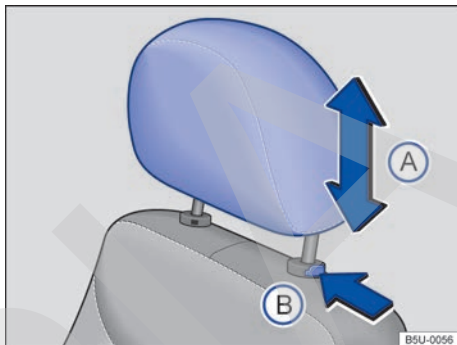

Fig. 37 Desmonte el apoyacabezas delantero.
- Presionar la tecla → fig. 37 (B) en el sentido de la flecha. Retire el apoyacabezas mientras presiona la tecla. ▶
- Empuje el apoyacabezas totalmente hacia abajo con la tecla → fig. 37 (B) presionada.